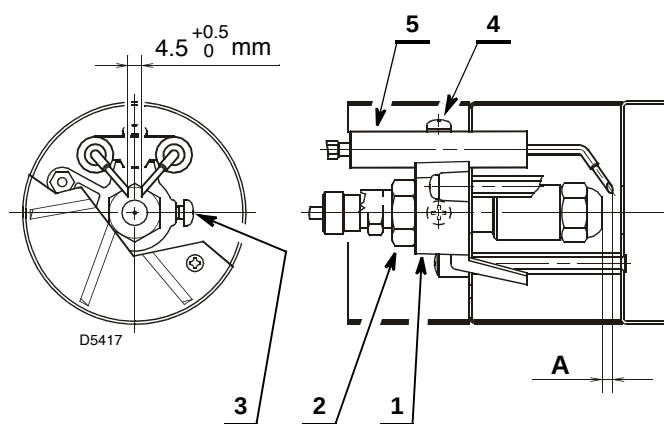

Fig. 18
- appuyer le support de l'accroche flamme 1) (Fig. 18) sur le porte gicleur 2) et bloquer avec la vis 3);
- Extraire les petites câbles 1) des électrodes, desserrer la vis 3) (Fig. 18) et extraire le groupe accroche flamme 6) du porte gicleur 5).